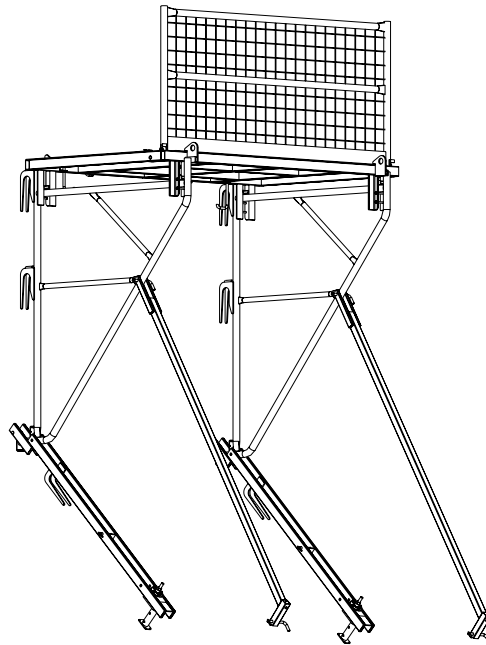
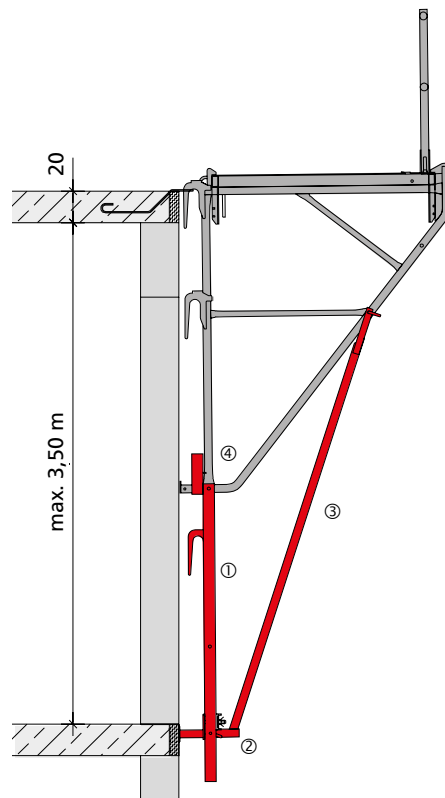

Abb. 41.1
Abb. 41.3
Größere Wandöffnungen können vertikal mit Hilfe der Konsolverlängerung und Druckstab überbrückt werden (Abb. 41.1 und 41.2). Hierfür wird die Konsolverlängerung ① am Fußpunkt der Konsole ④ mit dem Stecker 16/120 abgesteckt. Der Druckstab ③ wird jeweils an der Konsole und an der Konsolverlängerung mit dem Stecker 16/120 angesteckt. Vor dem Abstecken des Druckstabes an der Konsolverlängerung sollte die Wandabstützung ② bereits in der entsprechenden Höhe justiert sein (Verstellbereich 70 cm, Abb. 41.3 und 41.4).